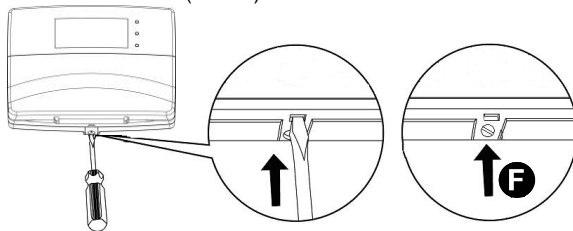

Abb.1
Die Tastatur öffnen, indem mit einem Schlitzschraubenzieher ein leichter Druck auf die im Bild angegebene Stelle ausgeübt wird, um den Deckel anzuheben. (Abb. 1).
- Die Tastatur durch Verschrauben der im Lieferumfang enthaltenen Schraube in der Öffnung wieder schließen (F - Abb. 1)